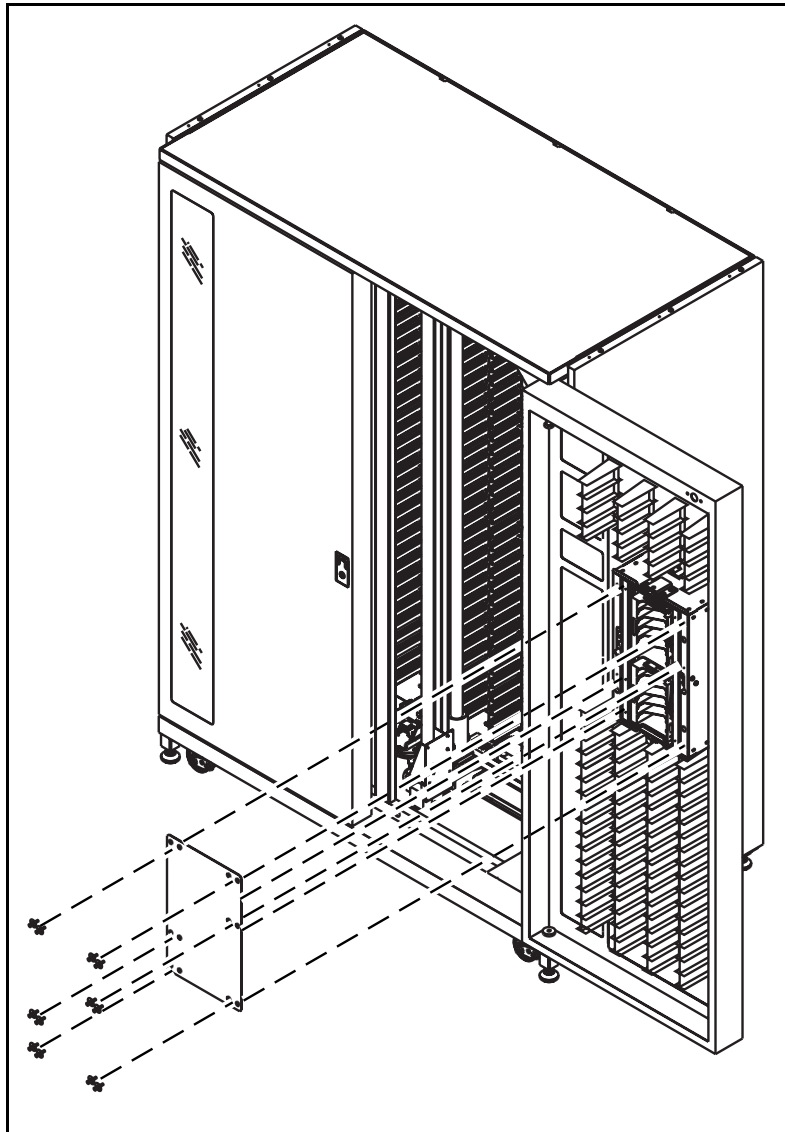

Figure 4-14. Retrait de la plaque de transport
4. Retirez la plaque de transport qui protège le port de chargement (voir Figure 4-14) :